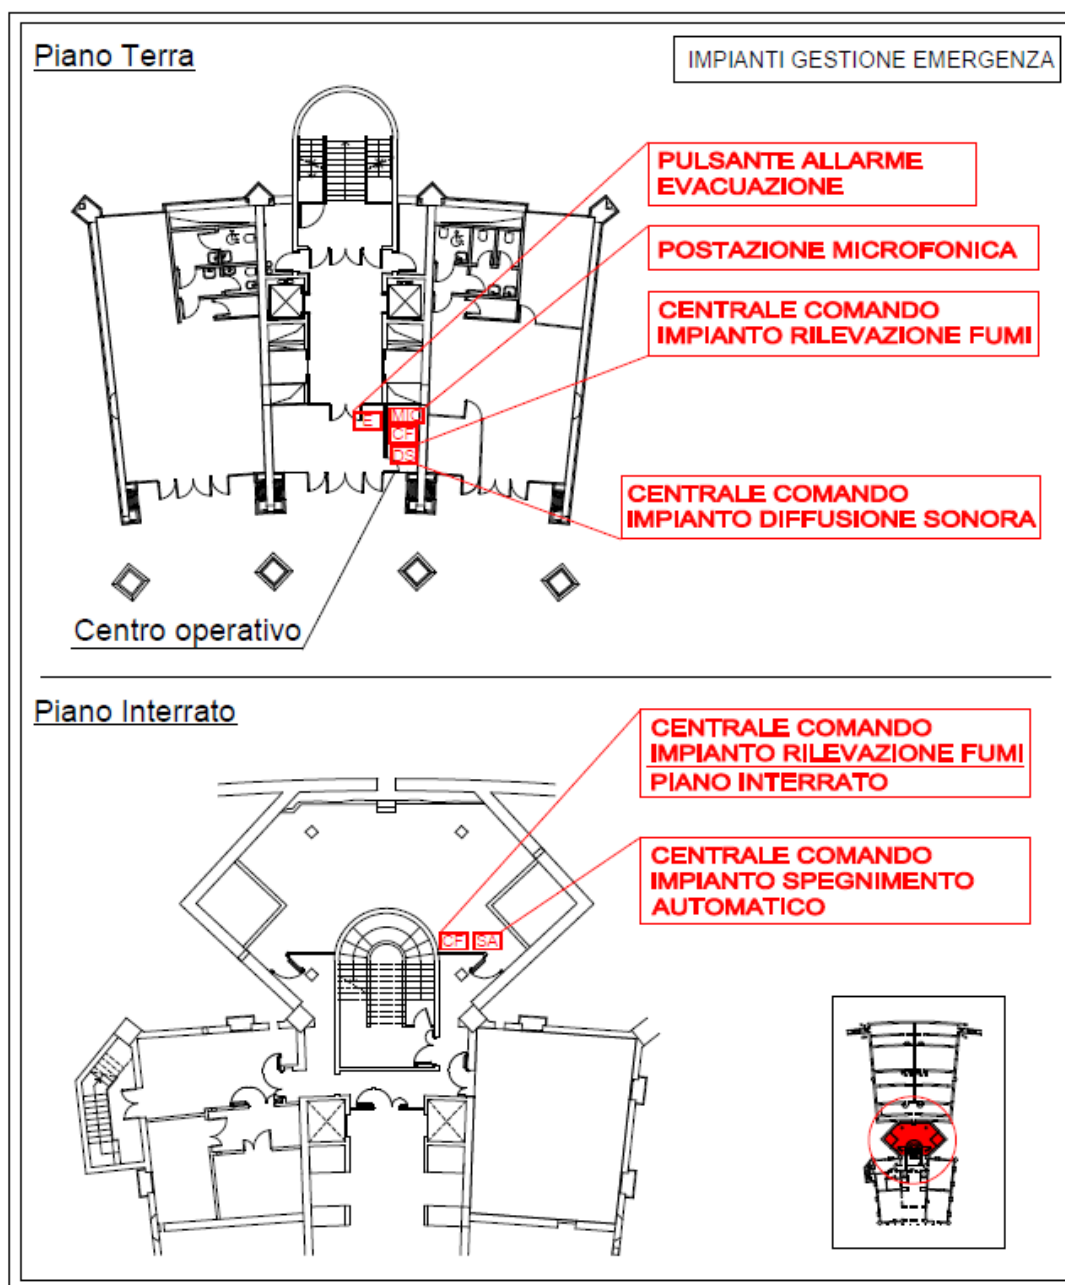
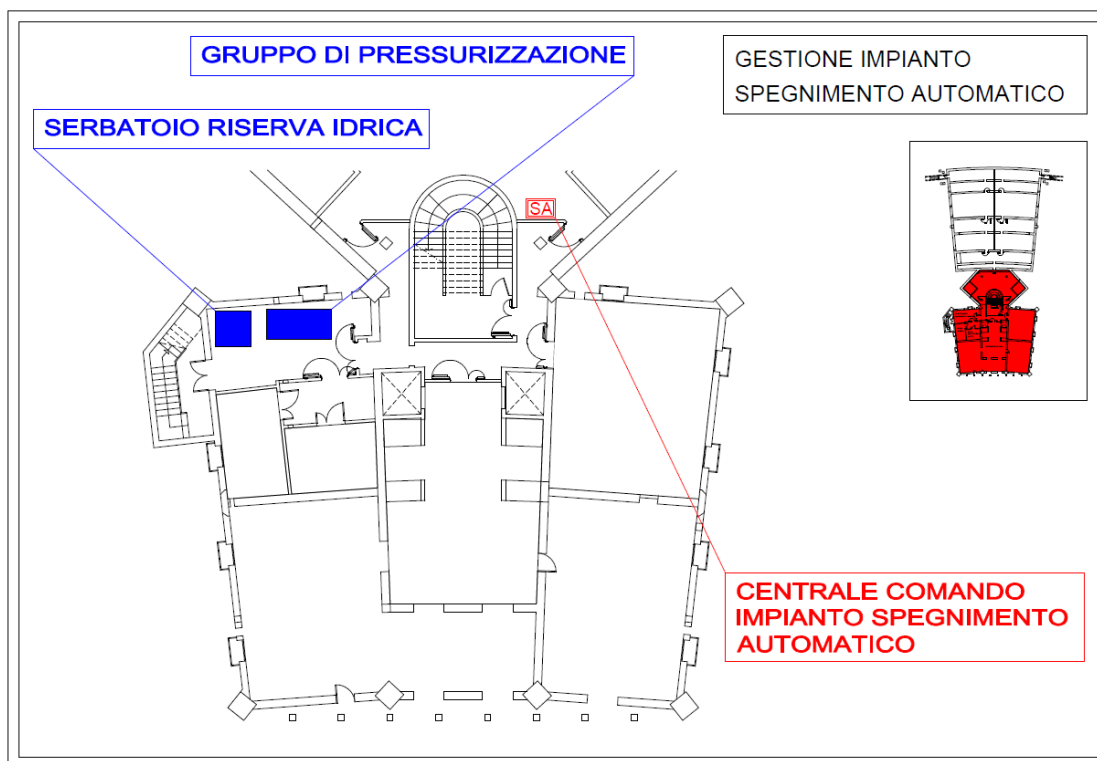

Figura 1 - Impianti gestione emergenze
Figura 2 – Gestione impianti spegnimento automatico
Nell'edificio Polifunzionale il Centro Operativo è individuato nella **reception** al piano terra (SIPE 0.005, vedi p.to 3.3 – Figura 1).
La struttura è dotata di un sistema di allarme automatico per la rilevazione e segnalazione di incendi. L'impianto è costituito da una centrale di comando ubicata all'interno del centro operativo al piano terra (vedi p.to 3.3 – Figura 1), da rilevatori di fumo, da pulsanti manuali e da segnalatori ottico-acustici secondo quanto previsto nel progetto di prevenzione incendi.
Il piano interrato è dotato di un suo impianto costituito da una centrale di comando (vedi p.to 3.3 – Figura 1), da pulsanti manuali e da targhe ottico/acustiche. Nel caso in cui si attivi l'impianto presente al piano interrato la centrale di comanda manda un segnale alla centrale posta al piano terra in reception.
L'impianto di diffusione sonora è costituito da una centrale di comando e da una postazione microfonica ubicate all'interno del centro operativo al piano terra (vedi p.to 3.3 – Figura 1) e da un pulsante di attivazione manuale posizionato nell'atrio di ingresso in corrispondenza del centro operativo (vedi p.to 3.3 – Figura 1).
Per attivare il messaggio di evacuazione bisogna agire sulla consolle presente all'interno della reception ovvero attivare il pulsante presente nell'atrio all'esterno della reception (vedi p.to 3.3 – Figura 1).
La centrale di comando e il gruppo di pressurizzazione sono presenti al piano interrato; in prossimità del gruppo di pressurizzazione è presente anche una riserva idrica composta da un serbatoio di capacità pari a 2000 litri (vedi p.to 3.4 - figura 2).
L'allarme di attivazione dell'impianto di spegnimento automatico viene rimandato anche presso la centralina posta nella reception al piano terra (vedi p.to 3.3 - figura 1).
Contemporaneamente alla rottura del bulbo viene inviato un segnale alla centrale di comando posta al piano interrato (vedi p.to 3.4 - figura 2); il segnale viene ripetuto anche nella reception al piano terra (vedi p.to 3.3 - figura 1).
- effettua la chiamata al **numero unico per le emergenze (112)**;
- ordina l'evacuazione dell'edificio (**messaggio preregistrato**) mediante la consolle presente all'interno della reception ovvero attivando il pulsante posto all'esterno della reception (vedi p.to 3.3 – Figura 1).